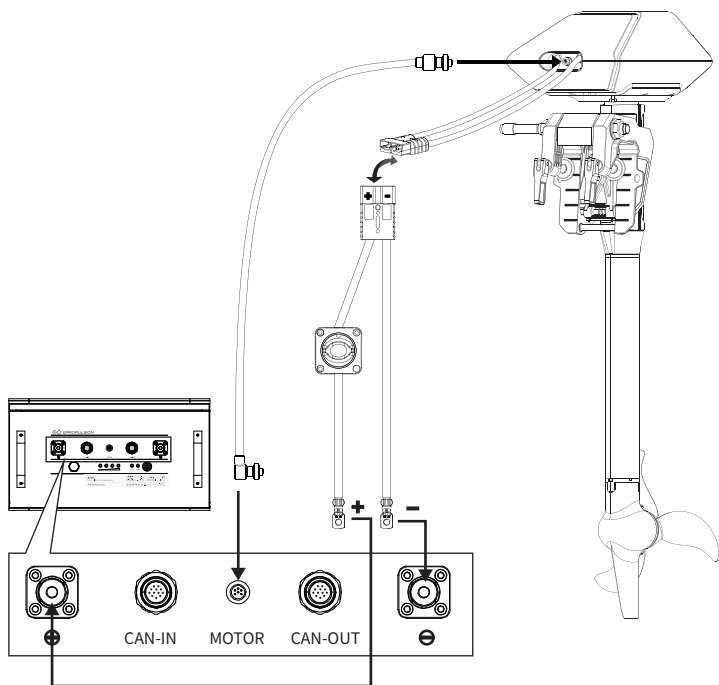

图2-1
- ① 连接机器电源线到电池。
- ② 若与逸动科技船外机连接，为了更好的获取电量信息，请用通讯线（需另外购买）将机器和电池正确连接（参考图2-1）。